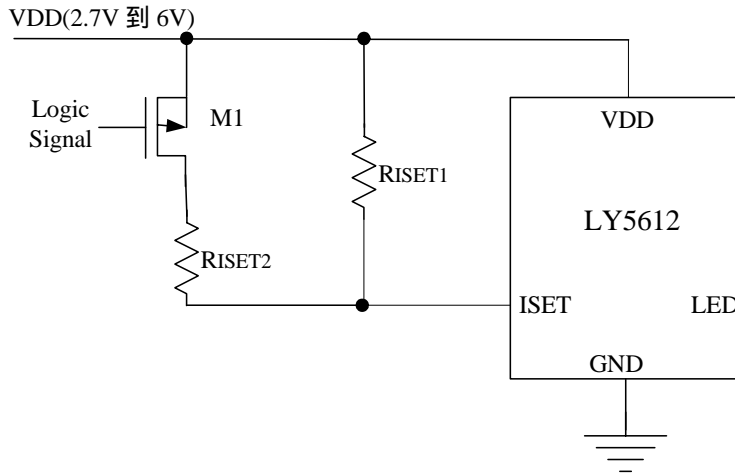

图6 用逻辑信号调整亮度
2. 用逻辑信号调整发光二极管的亮度（如图6所示）
如果只需要分几个档次来调整发光二极管的电流，可以用逻辑信号来实现，图6示出了分两个档次来调整发光二极管的电流的电路。 R_{ISET1} 设置了流经LED管脚的最小电流（当P沟道场效应晶体管关断时，即逻辑信号为高电平的情况）。 R_{ISET2} 设置了流经LED管脚的电流的增加量（逻辑信号为低电平时）。